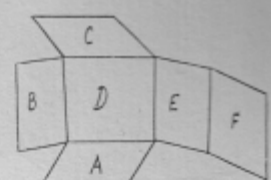

Рис. 4
5. Какой буквой обозначена плоскость, на которой выполняется главный вид детали? (рис.4)